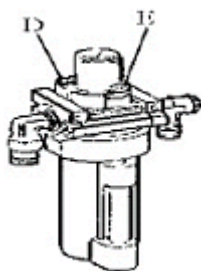

Рис. 9
После доливки масла необходимо 5-6 раз отжать педаль отбортовки, и убедиться, что из маслораспылителя вышла капля масла. Во время работы капля масла должна появляться после каждых двух нажатий на педаль. Если этого не происходит необходимо отрегулировать винт (D) с помощью шлицевой отвертки (рис. 9).